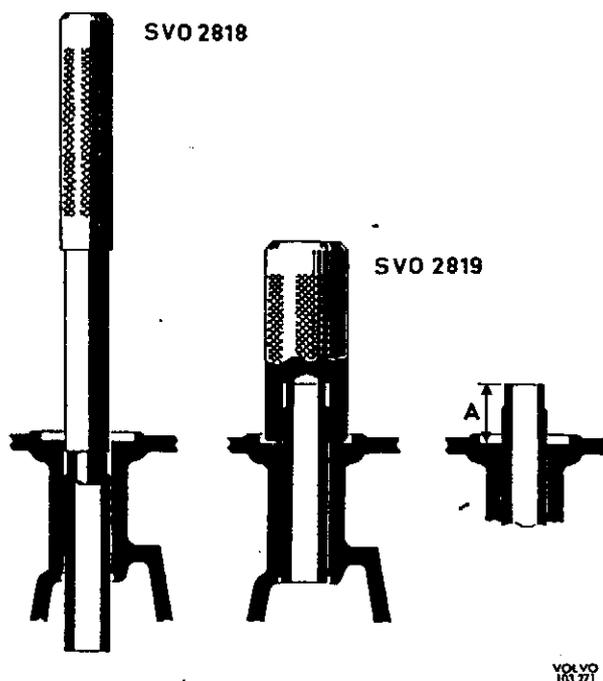

Abb. 28 Auswechslern der Ventileführungen
2. Für das Einpressen der neuen Führungen Dorn SVO 2819 verwenden, der die erforderliche Einbautiefe gewährleistet (Abb. 28).